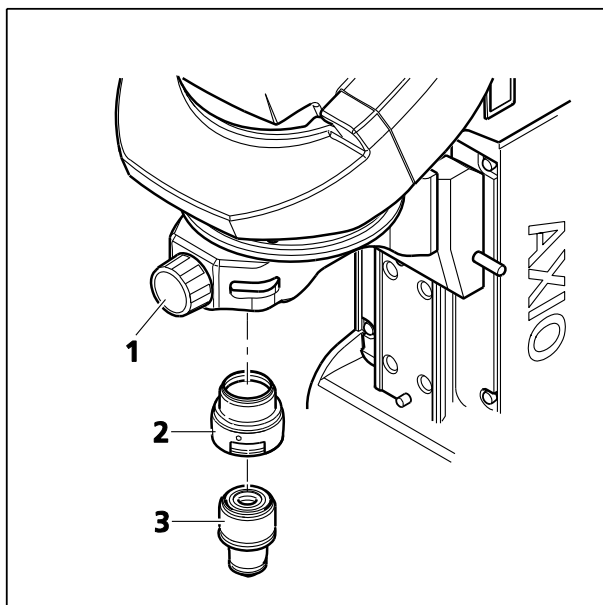

Figure 3-34 Installation d'un adaptateur pour les objectifs de 45 mm
- Utiliser la manette (Figure 3-34/1) pour déplacer la monture d'objectif en position WORK.
- Visser l'adaptateur de 30 mm (Figure 3-34/2).
- Visser l'objectif (Figure 3-34/3) dans l'adaptateur de 30 mm.